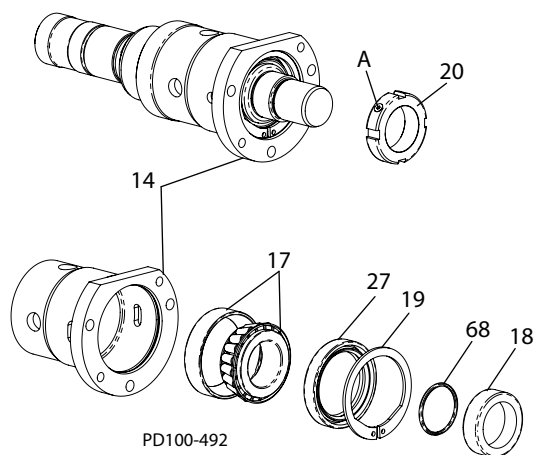

Abb. 42 - Lager entfernen
1. Lösen Sie die Stellschraube(n) (Abb. 42, Einzelheit A) in den Lagereinstellmuttern (Pos. 20) und drehen Sie die Lagereinstellmutter ab.